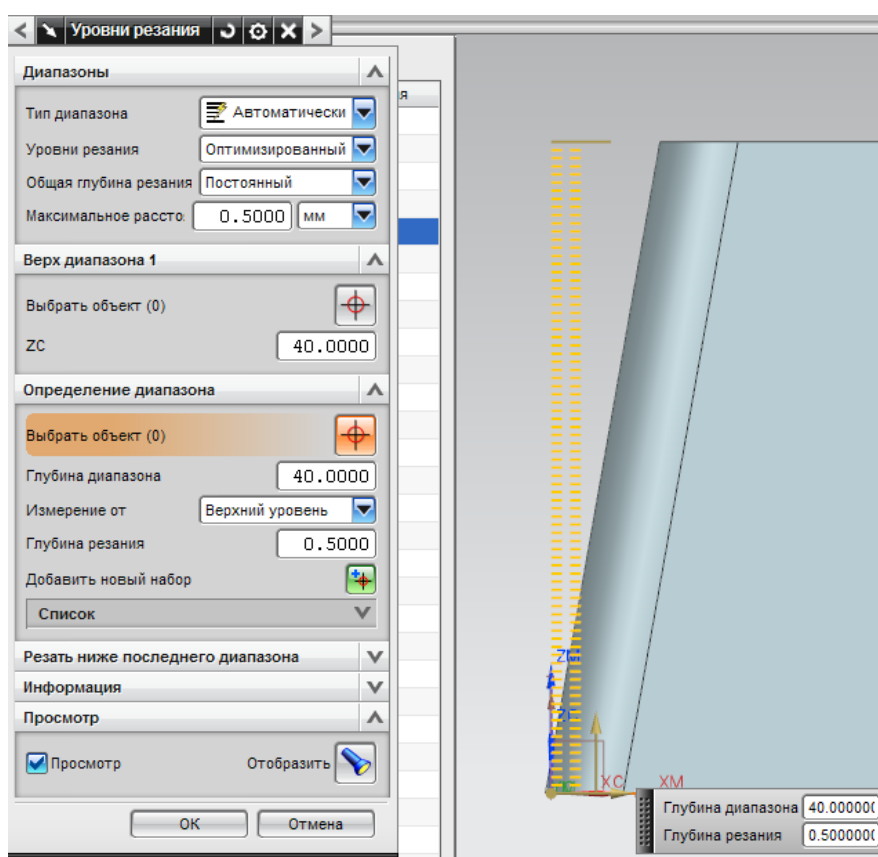

Рис. 2.48. Настройки уровней резания
- задайте **Уровни резания – Оптимизированный** и введите значение **Общая глубина резания – Постоянный** (см. рис. 2.48). Таким образом, фреза обработает только выделенную часть заготовки. Количество уровней резания будет оптимизировано (уровни «сгустятся» на тех участках, где это необходимо);